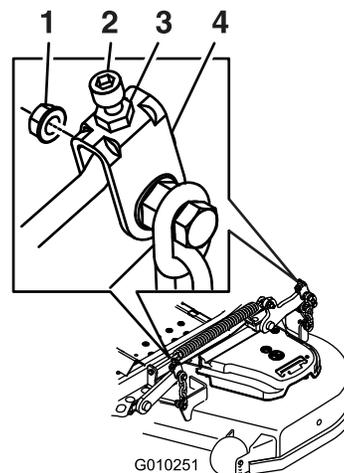

**Figure 86**
9. De chaque côté du tablier de coupe, mesurez la distance entre la surface plane et la pointe avant de la lame (position A). La distance obtenue doit être de 7,6 cm (3 po) (Figure 86).
15. De chaque côté du tablier de coupe, mesurez la distance entre la surface plane et la pointe arrière de la lame (position B). On doit obtenir un écart de 8,3 cm (3 1/4 po) (Figure 86).